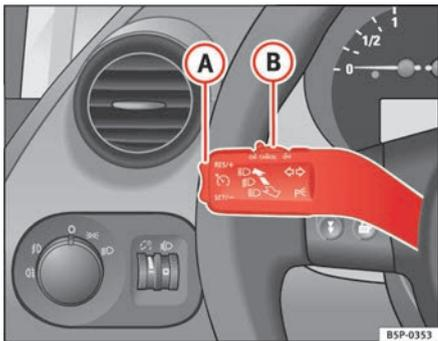

Abb. 146 Blinker- und Fernlichthebel: Schalter und Wippe für die Geschwindigkeitsregelanlage
- Drücken Sie den unteren Teil der Wippe **SET/-** ⇒ Abb. 146 **(A)** einmal kurz, wenn die zu speichernde Geschwindigkeit erreicht worden ist.